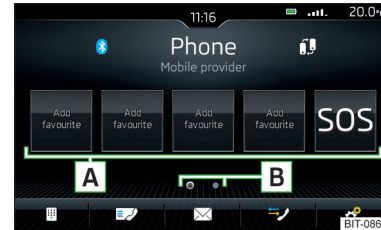

Abb. 142
- › Im Hauptmenü *Telefon* die gewünschte freie Funktionsfläche **A** » Abb. 142 antippen.
- › Zum **Wechsel der Speichergruppe** die Funktionsfläche **B** » Abb. 142 antippen.
- › Zur **Wahl** die belegte Funktionsfläche **A** » Abb. 142 antippen.
- › Im Hauptmenü *Telefon* die gewünschte belegte Funktionsfläche **A** » Abb. 142 halten.